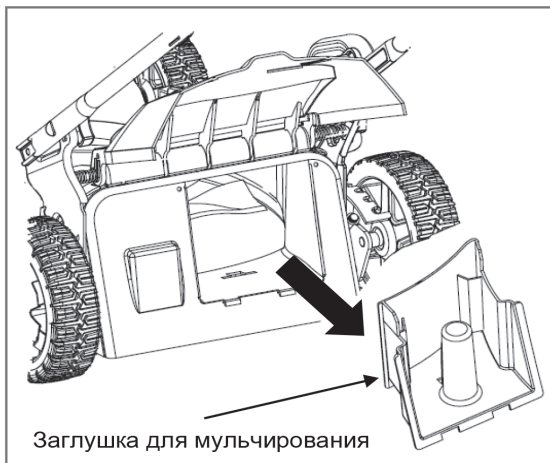

Рис. 11
- Поднимите крышку заднего выброса и выньте заглушку для мульчирования (если она установлена) (рис. 11).